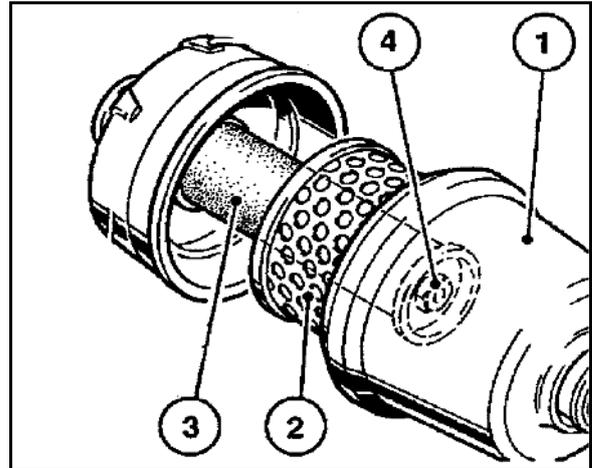

Fig. 165
2. Soltar y destornillar el cartucho de filtro de lubricación (Fig. 165/5) con una herramienta convencional.